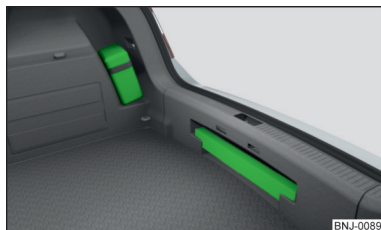
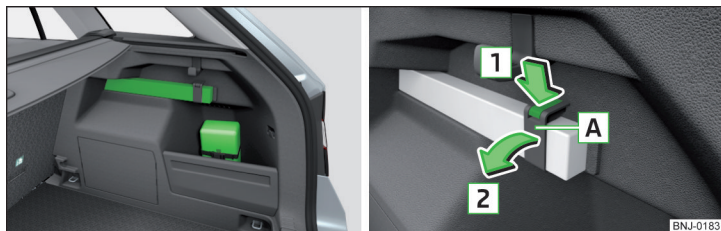

Abb. 266
Abb. 267 **Platzierung des Verbandskastens und des Warndreiecks - Variante 2 / Warndreieck lösen**
Der Verbandskasten kann mithilfe eines Spannbands an der rechten Seite des Gepäckraums befestigt werden » Abb. 266 bzw. » Abb. 267.
Das Warndreieck kann in die Aussparung unter der Ladekante eingeschoben werden » Abb. 266.
Das Warndreieck kann mithilfe eines Spannbands an der rechten Seite des Gepäckraums befestigt werden » Abb. 267.
- Zum **Lösen** die Verriegelung am Band in Pfeilrichtung **1** drücken und das Band **A** in Pfeilrichtung **2** aufklappen » Abb. 267.